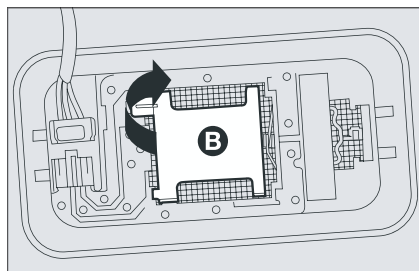

Рис. 33
- снимите крышку **В** (рис. 33), как показано на рисунке;